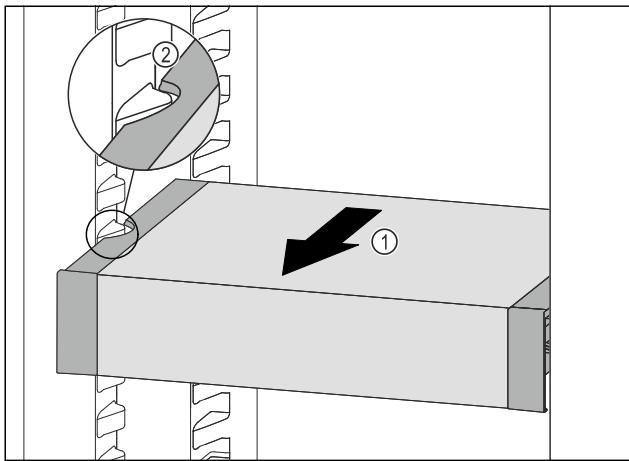

Fig. 97
- VarioSafe nach vorne ziehen *Fig. 97 (1)*, bis sich die seitlichen Aussparungen des VarioSafes auf Höhe der Behälterlippe im Kühlteil befinden. *Fig. 97 (2)*